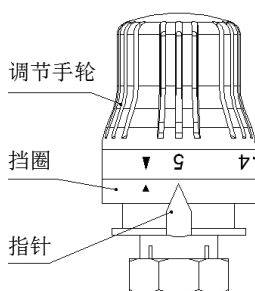

图 2
- 2、转动手柄将挡圈上的锁定标对准手柄上锁定标如（图 2）；